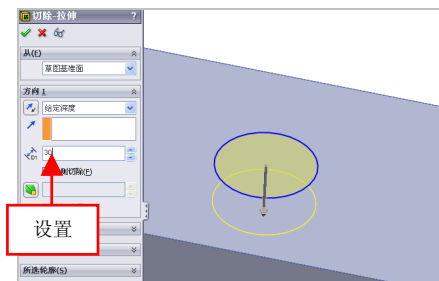

图 5-21 设置参数值
(2) 单击【特征】选项卡中的【拉伸切除】按钮，弹出【切除-拉伸】属性管理器，选择草图2对象，在【方向1】选项区中，设置【深度】为30，如图5-21所示。